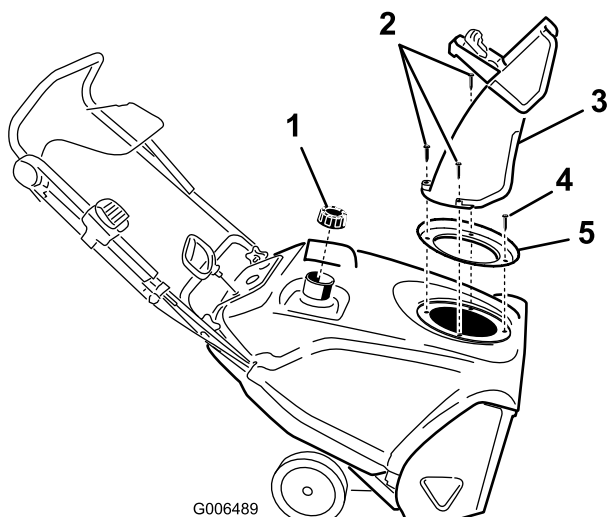

Figure 25
3. Enlevez les 3 grandes et la petite vis pour pouvoir déposer l'éjecteur, la poignée de l'éjecteur et le joint de l'éjecteur (Figure 25).
4. Enlevez les 4 vis de fixation du carénage (Figure 25).